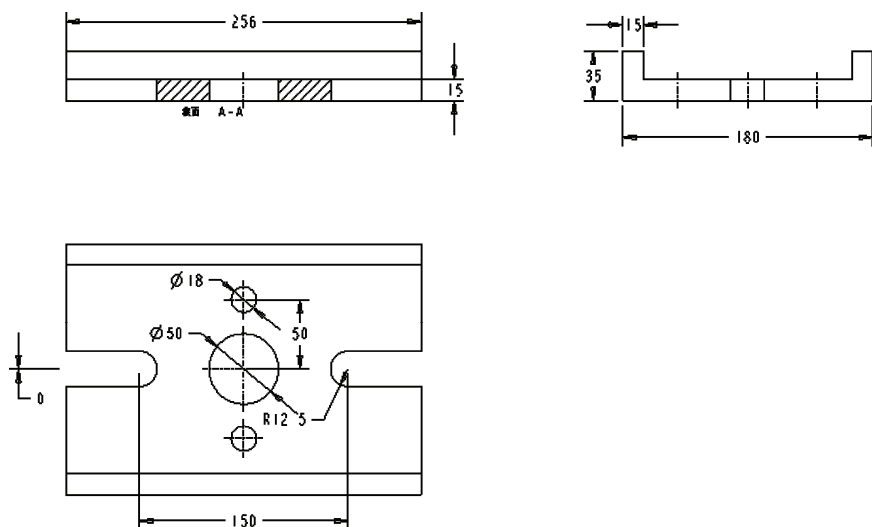

图 11-115 设置显示尺寸项目的效果
5) 将一些尺寸移动到更适合的视图。其方法是先选择要移动的尺寸，接着单击鼠标右键以打开一个快捷菜单，再从该快捷菜单中选择“移动到视图”命令，然后根据提示选择合适的模型视图即可。也可以在“注释”选项卡的“编辑”组中单击 （移动到视图）按钮，然后选择合适的模型视图。完成将部分尺寸项目从一个视图移动到另一个更适合视图的效果如图 11-115 所示。